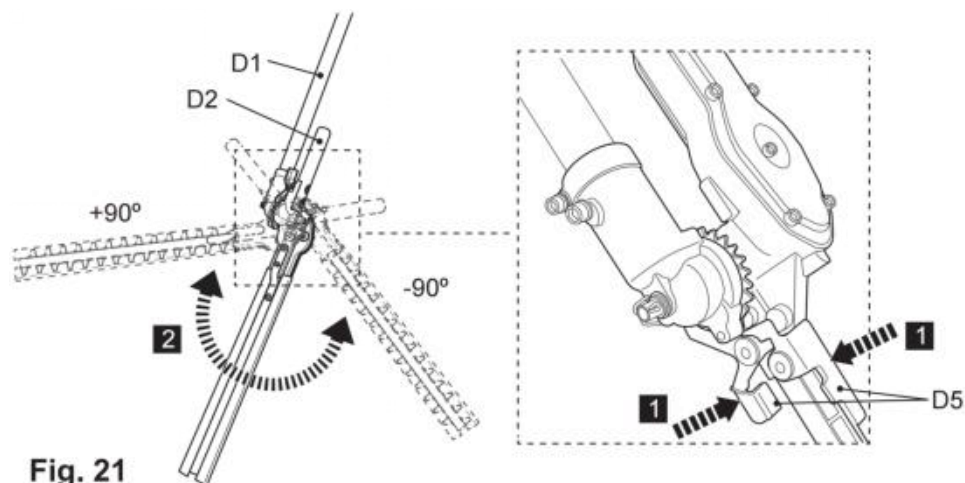

Fig. 21
- 5) Naciśnij dźwignie odblokowujące (D5), aby rozłączyć układ zębów (D6) i ustawić głowicę ostrza w żądanej pozycji (Rys. 21).